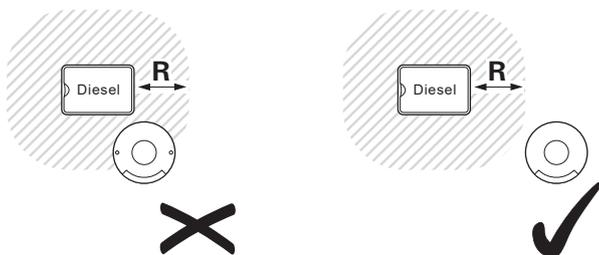
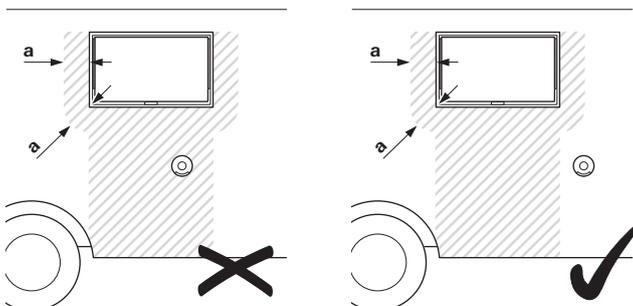

Figura 3
Figura 4
Posizionare il camino a parete in modo da non trovare, entro una distanza di 500 mm (R), né il bocchettone carburante, né l'apertura di sfiato del serbatoio (Figura 3). Entro una distanza di 300 mm non devono inoltre trovarsi né l'apertura di sfiato della zona abitabile, né il vano di una finestra (Figura 4).